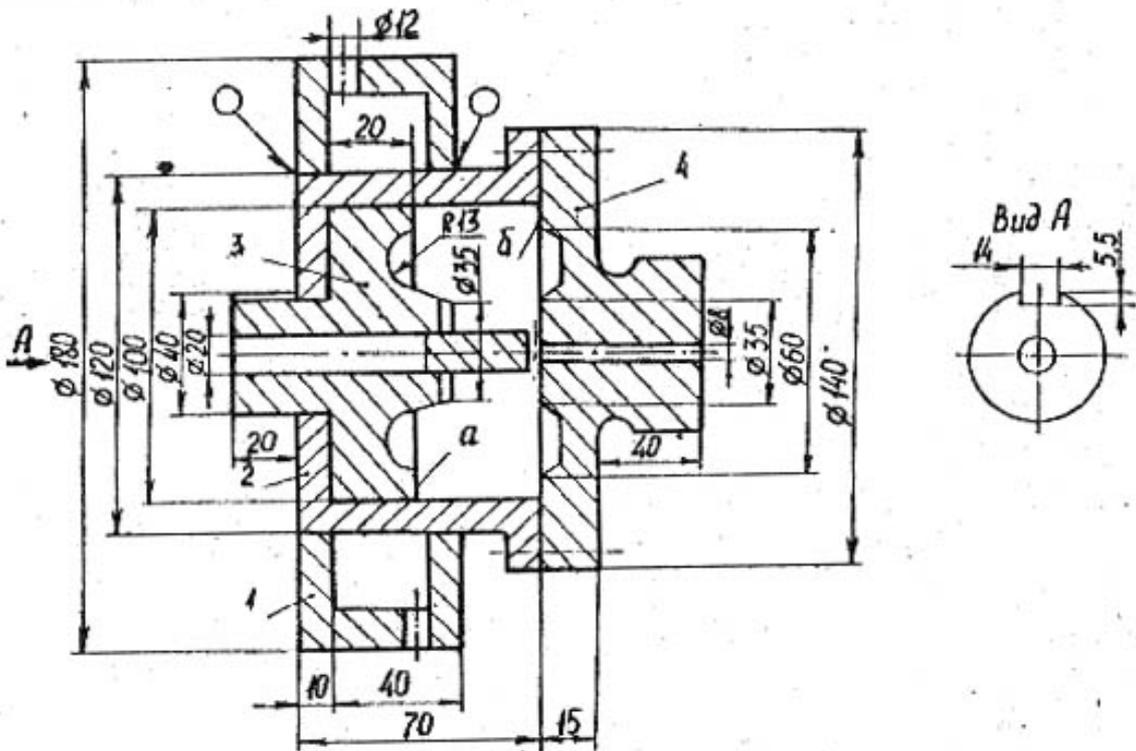

Рис. 6. Учебный узел 6
*Рис. 6.* Заготовку детали 1 (материал сталь 50Л, производство единичное) получить литьем, припуски нанести на поверхность диаметром 120 мм. Заготовку детали 3 (материал сталь 40, производство массовое) изготовить горячей объемной штамповкой, припуски наносятся на все поверхности за исключением выемки  $R 13$ . Поверхность "а", отверстие диаметром 20 мм (шероховатость  $2.5\sqrt{V}$ ) детали 3 обработать резанием. Сварить детали 1 и 2 (производство единичное, левый шов).
*Рис. 6.* Изготовить литьем заготовку детали 4 (материал КЧ 33-8, производство массовое), припуски нанести на все поверхности детали. Заготовку детали 2 (материал сталь 50, производство массовое) выполнить горячей штамповкой, припуски нанести на все поверхности. Обработать резанием поверхность "б", отверстие диаметром 8 мм детали 4 и паз размерами 14x5,5 мм детали 3. Сварить изделия 1 и 2 (производство единичное,